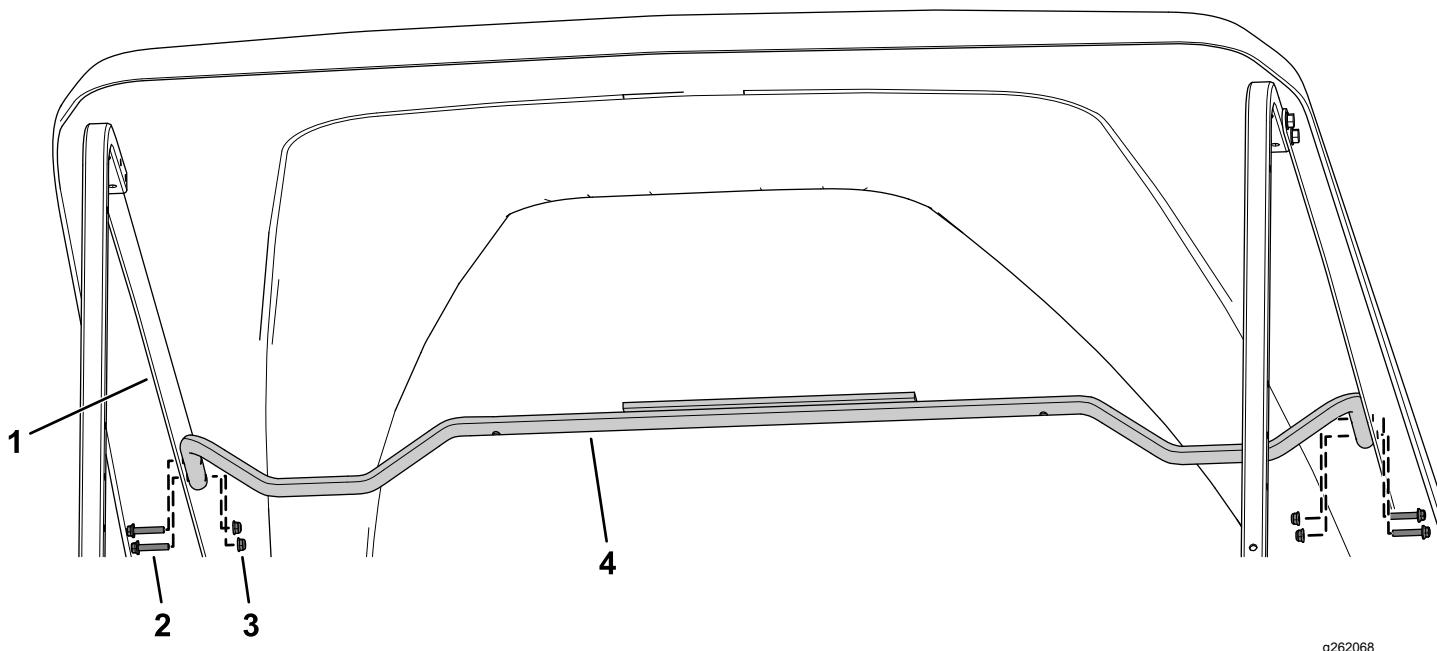

Рисунок 19
2. Прикрепите опорную трубу навеса к длинным опорным кронштейнам навеса с помощью 4 болтов с фланцевыми головками ($\frac{1}{4} \times 1\frac{1}{4}$ дюйма) и 4 контргаек ($\frac{1}{4}$ дюйма), как показано на Рисунок 19.